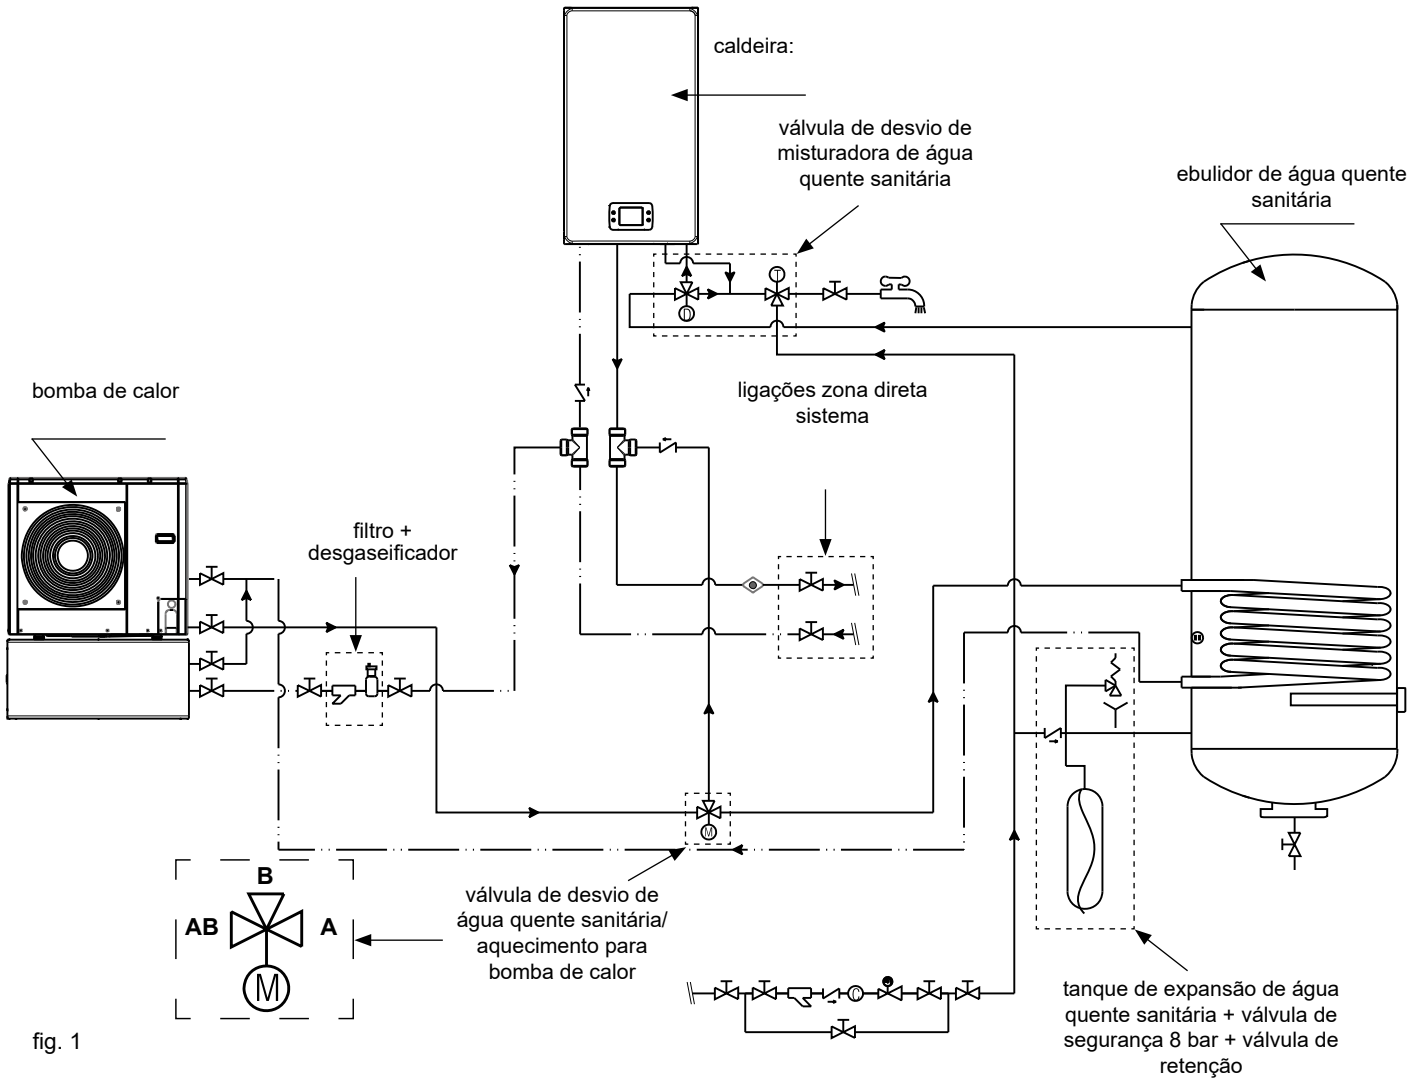

fig. 1
- Posicionar a válvula de desvio conforme indicado no esquema hidráulico (fig. 1).